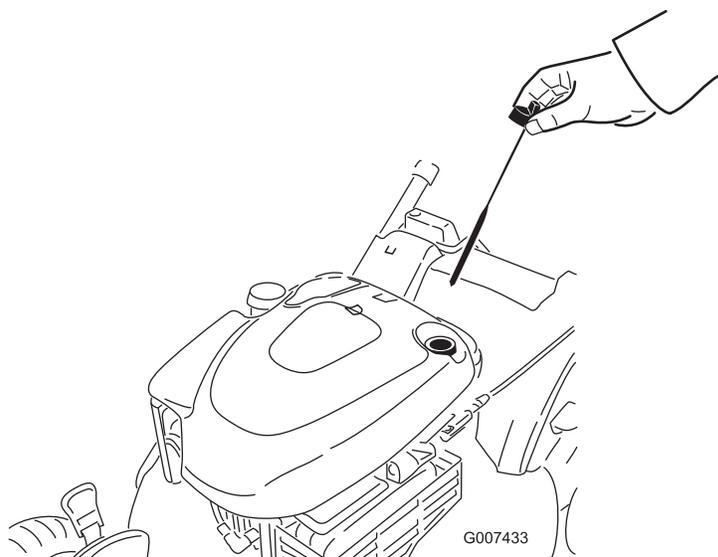

Figure 41
6. Retirez la jauge de niveau du tube de remplissage (Figure 41).